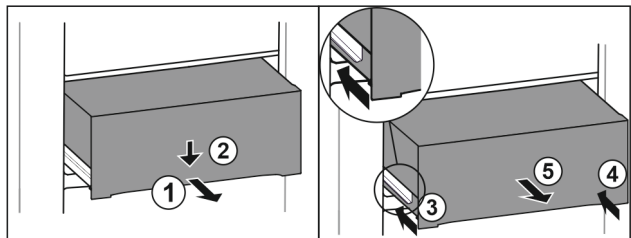

Fig. 179
- ▶ Вытяните выдвижной ящик наполовину. Fig. 179 (1)